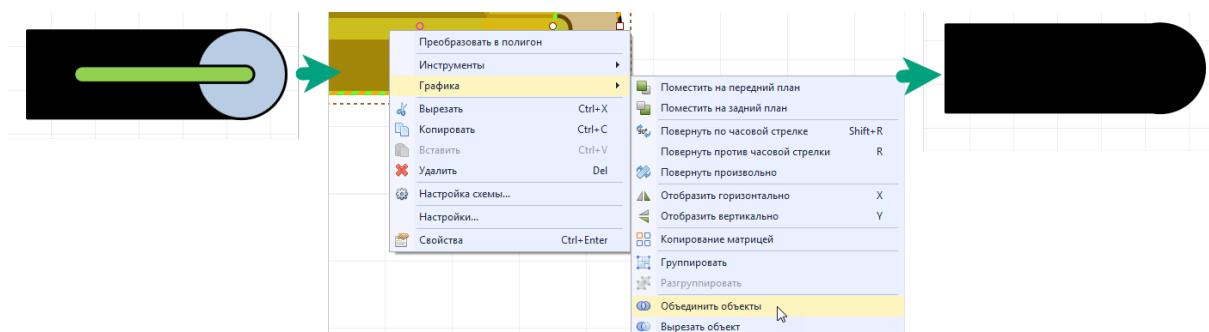

Рис. 442 Объединение объектов
2. Вызовите контекстное меню и выберите пункт «Объединить объекты» в разделе «Графика» или нажмите  на панели «Графика», см. Рис. 442.